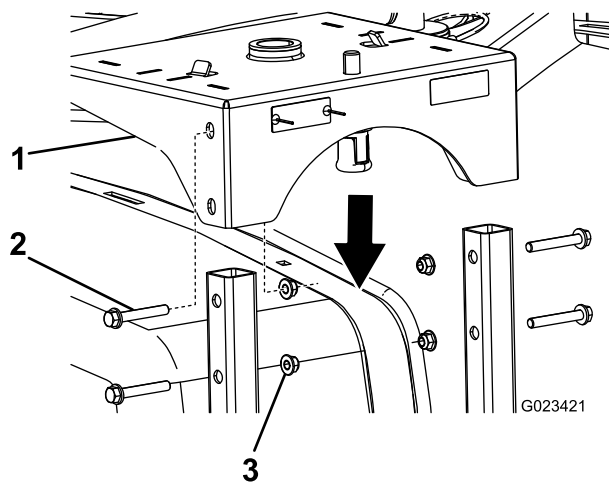

Рисунок 3
3. Опустите основание шлангового барабана на рамы и закрепите их с помощью 4 длинных болтов (3/8 дюйма) и 4 фланцевых гаек (3/8 дюйма), как показано на Рисунок 3.